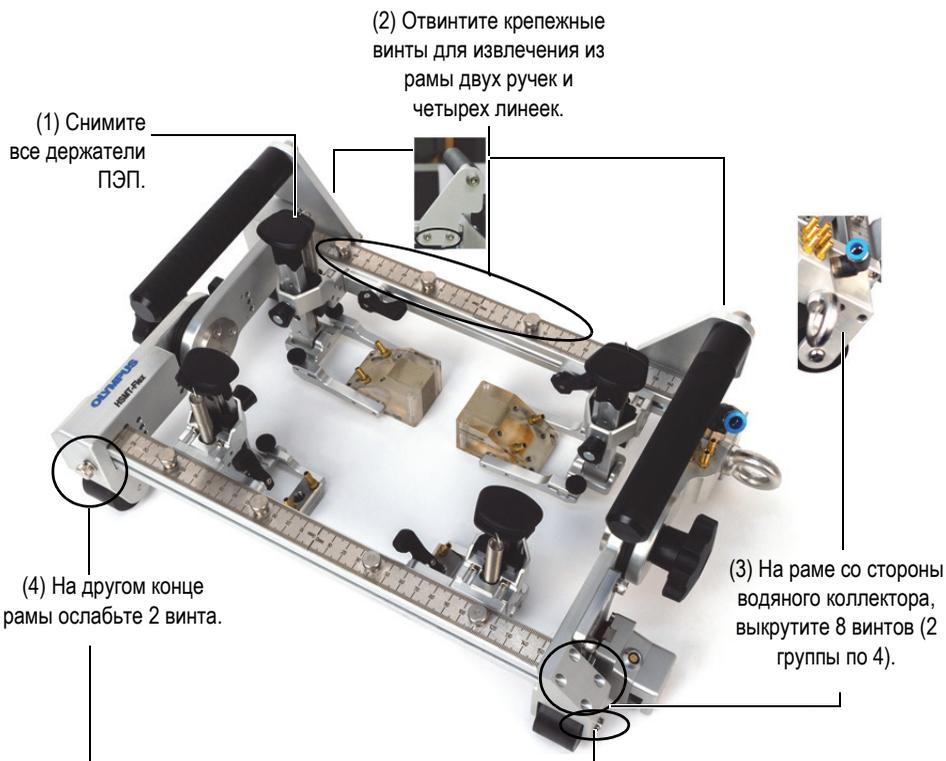

Рис. 2-28 Замена кронштейнов рамы
Логическая последовательность показана на Рис. 2-28 на стр. 67.
1. (1) Снимите все держатели ПЭП (Рис. 2-28 на стр. 67 [1]).
2. (2) Отвинтите крепежные винты для извлечения из рамы двух ручек и четырех линеек (Рис. 2-28 на стр. 67 [2]).
3. При помощи шестигранного ключа вывинтите и извлеките 8 винтов на раме со стороны водяного коллектора (Рис. 2-28 на стр. 67 [3]).
4. Выкрутите два винта с другой стороны рамы (Рис. 2-28 на стр. 67 [4]).